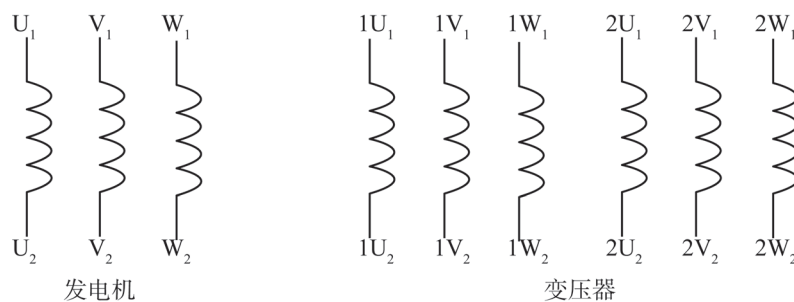

图1-14 变压器与发电机的连接
1. 将图 1-14 所示的发电机、变压器符号连接成 Y 接法。